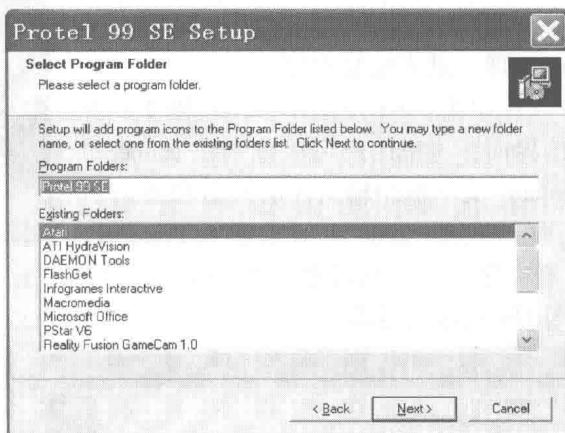

图 1-12 创建开始菜单
5) 如图 1-12 所示，这时系统提示创建开始菜单，单击 Next 按钮进入下一步。